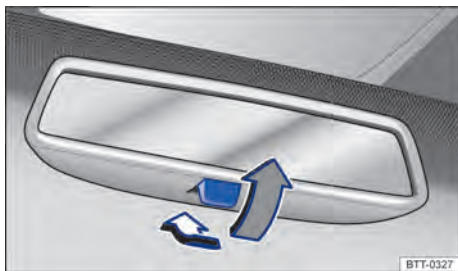

Fig. 90 No para-brisa: espelho retrovisor interno com antiofuscante manual.
- Para evitar o ofuscamento, puxar a alavanca para trás → Fig. 90.